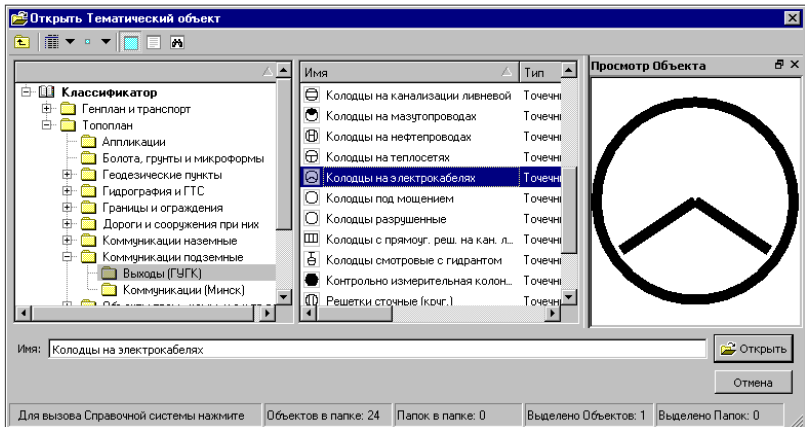

Рис. 7.5
6. В открывшемся диалоговом окне **Открыть Тематический объект** выберите объект **Колодцы на электрокабелях** (рис. 7.5) и нажмите кнопку **Открыть**.
9. В классификаторе для этого объекта назначены две подписи, которые немного отличаются своим составом (рис. 7.5). Обратите внимание, в группе **Подписи объекта** (в параметре **Создавать** должно быть *Да*) есть настройка на создание этих подписей. Установите **Электрокаб\_2** – *Не создавать*, а **Электрокабель\_2** – *Создавать*.
назначив параметр в строке **Точки – Создавать** (рис. 7.5), при этом все параметры точки будут доступны для редактирования.